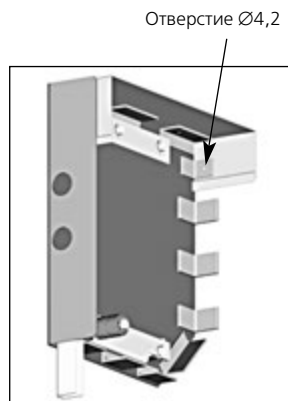

Рис.2.10
3. Разметить и сверлить совместно в верхнем уголке передней части крышек и в панели короба по одному отверстию $\varnothing 4,2$ мм для последующей установки заклепок (рис.2.10).